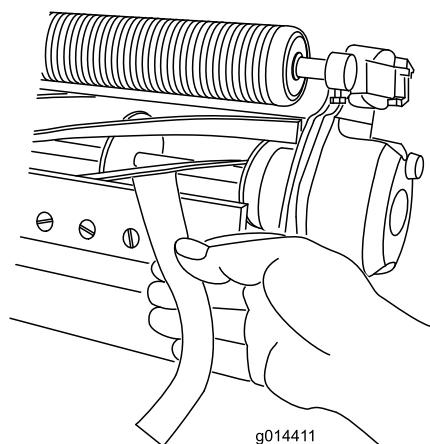

Figura 10
B. Inserte una tira larga de papel de prueba del rendimiento de corte (Pieza Toro N° 125-5610) entre el molinete y la contracuchilla, perpendicular a la contracuchilla (**Figura 10**), y gire el molinete **lentamente** hacia adelante; debe cortar el papel. Si no lo hace, repita los pasos **A** y **B** hasta que corte el papel.
11. Inserte una tira larga de papel de prueba del rendimiento de corte (Pieza Toro N° 125-5610) entre el molinete y la contracuchilla, perpendicular a la contracuchilla (Figura 10), y gire el molinete **lentamente** hacia adelante; debe cortar el papel. Si no lo hace, gire cada tornillo de ajuste de la barra de asiento 1 clic en sentido horario y repita este paso hasta que corte el papel.